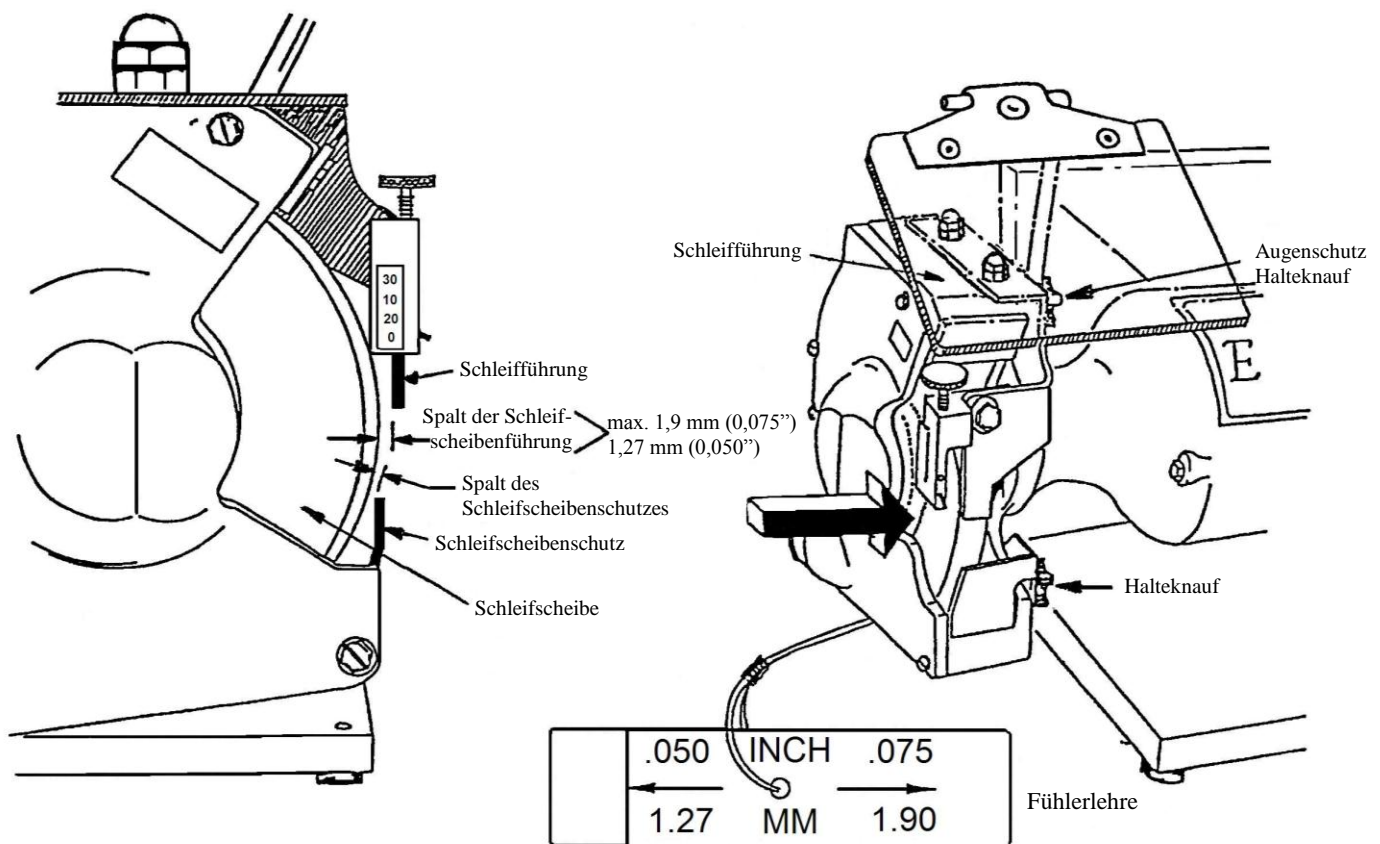

Abb. 7
8.3.5 Einstellung der Schleifscheibenführung (Siehe Abb. 7)